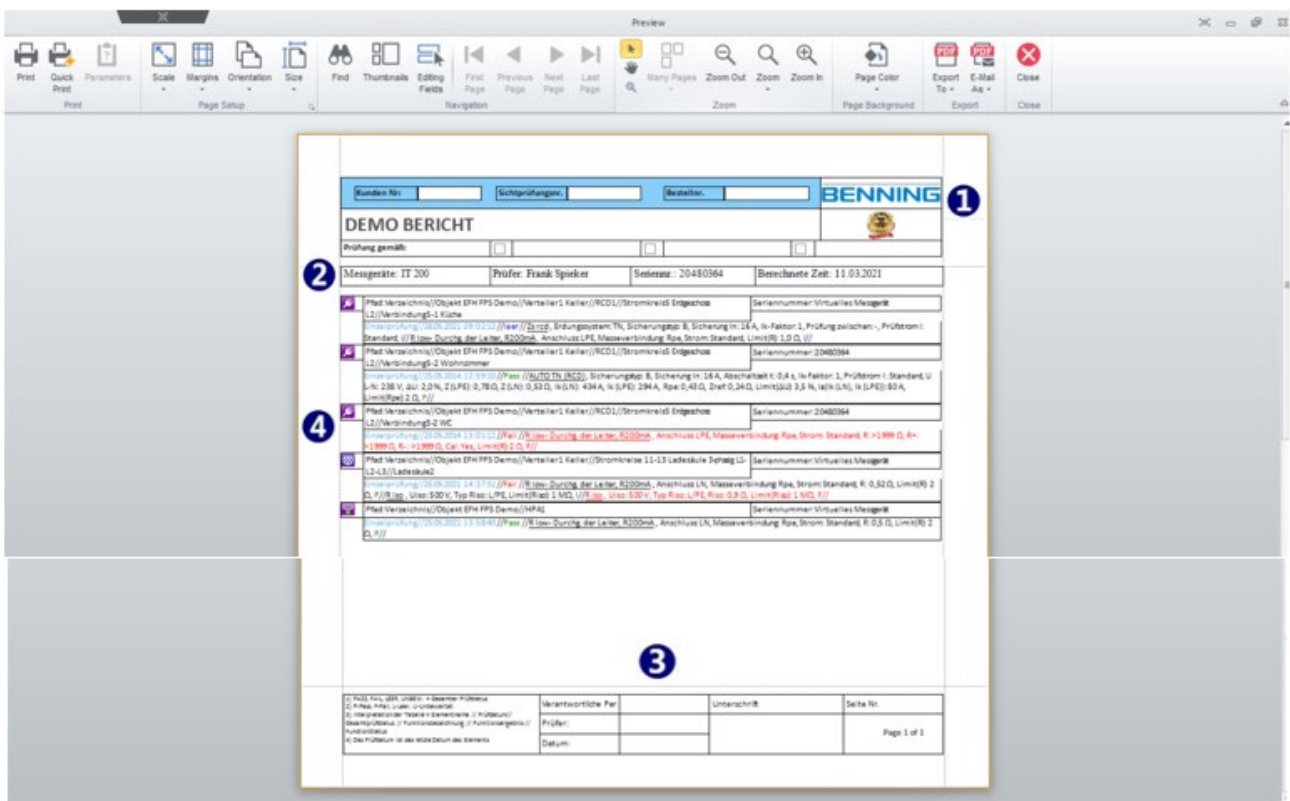

Abbildung 8.4: Druckvorschau des Basisberichts
- Klicken Sie auf  **Basisbericht** in der Funktionsgruppe „Werkzeuge“ der Home-Registerkarte, um das Druckvorschaufenster des Berichts zu öffnen (**Abbildung 8.4**).